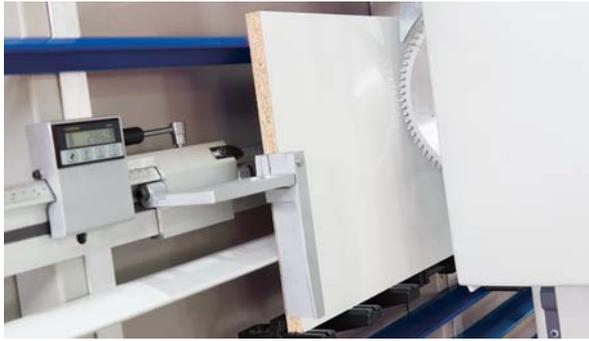

Abb. 24: Maßskala
Schritt 2: Das gewünschte Maß an der Maßskala einstellen und die Platte bis zum Anschlag heranschieben (Abb.24).